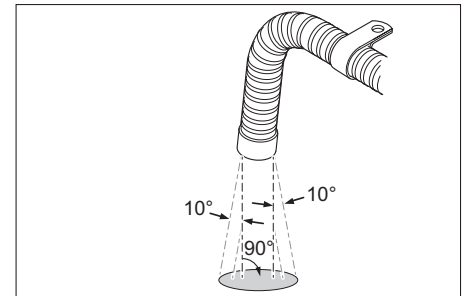

Abb. 20: Einbaulage des Abgasauslasses
- ▶ Abgasleitung maximal 150 mm vor dem Abgasauslass befestigen, so dass die Abgase in einem Winkel von 90° ±10° zum Boden austreten. Siehe Abb. 20.